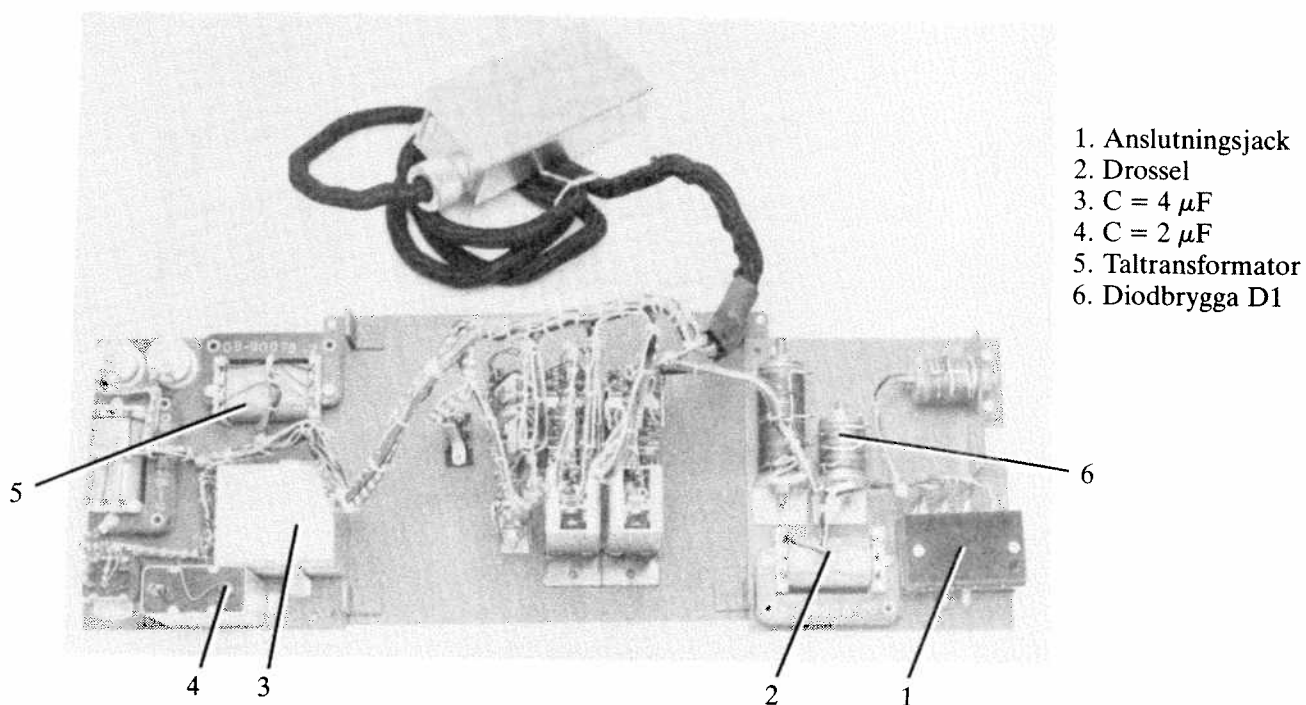

Bild 30. Komponentplacering
- Av bild 30 framgår komponentplaceringen.